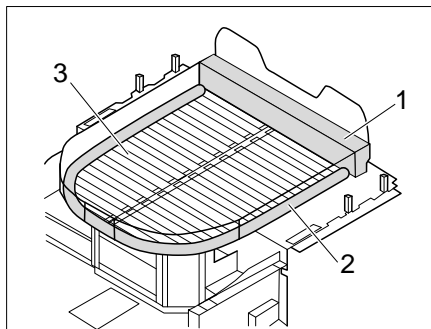

Bild 177 Bett mit Matratzenverlängerung (mit Zusatzmatratze und Bettrost)
- Zusatzmatratzen (Bild 177,1 und 2) an der Stirnseite und um das Queensbett einlegen.
- Bettrost (Bild 177,3) ausziehen.